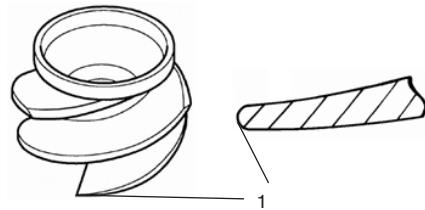

Рис. 34 Обслуживание ведущих кромок
3. Проверьте ведущие кромки лопастей импеллера (Рис. 34). Используя плоский напильник, заточите ведущие кромки до радиуса 0,8 мм (1/32 дюйма), стачивая материал только с нижней стороны. При необходимости, произведите снятие импеллера.